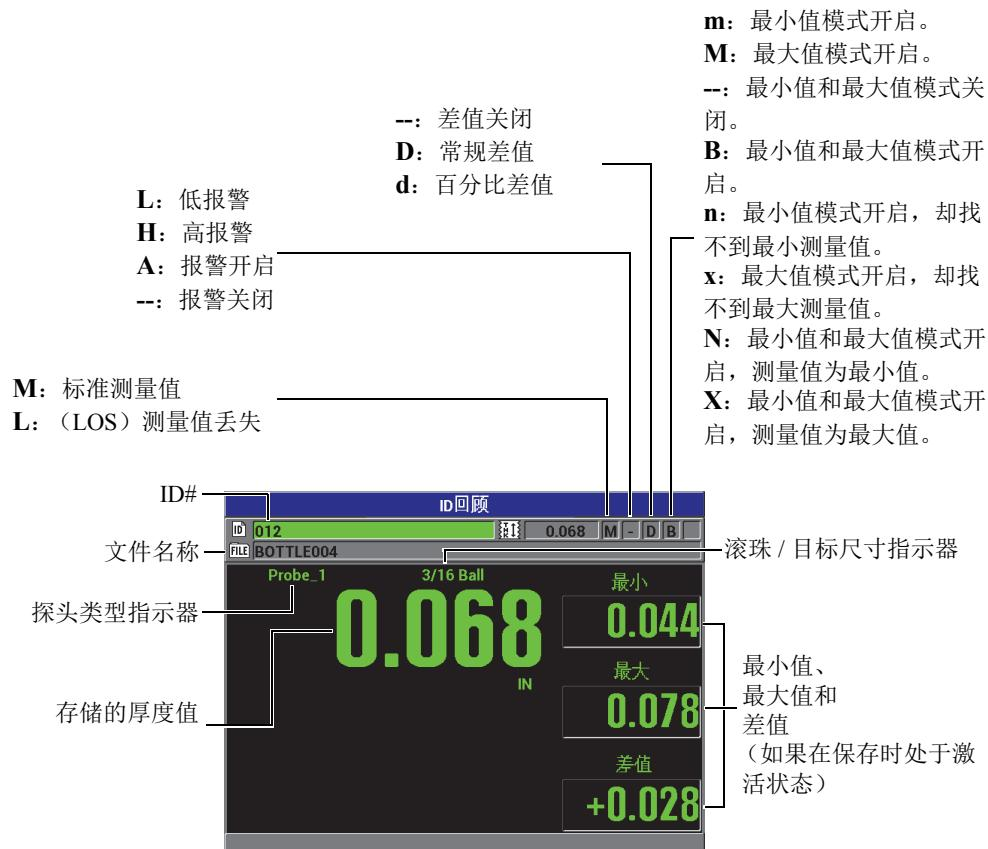

图7-15 ID回顾屏幕
第119页的图7-15为一个ID回顾屏幕的示例，并对示例中的内容进行介绍。这些标志与仪器使用发送指令时所传输的状态词的单字母缩写相同。
2. 仪器显示测量屏幕时，按 [**标识码**] 键，打开 **ID 回顾** 屏幕（参见第 119 页的图 7-15）：